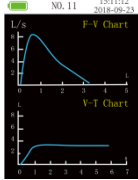

Figura 5 Grafico Flusso espiratorio-volume e Grafico Volume-tempo
c. Nell'interfaccia dei Parametri principali, premere i tasti UP (SU) o DOWN (GIÙ) per visualizzare i grafici di "Flow rate-volume chart" (Grafico flusso espiratorio-volume) e "Volume-time chart" (Grafico volume-tempo) mostrati in Figura 5. La Figura 4 e la Figura 5 rappresentano l'Interfaccia Principale.
d. Nell'interfaccia dei Parametri principali, dopo aver premuto contemporaneamente i tasti UP (SU) o DOWN (GIÙ), verrà visualizzata la domanda "Are you sure to delete this data?" (Vuoi veramente cancellare questi dati?); selezionare "Yes", quindi premere il tasto CONFIRM (CONFERMA) per cancellare i dati e accedere all'interfaccia di misurazione. Selezionare "No" e premere il tasto CONFIRM (CONFERMA) per annullare la cancellazione dei dati e accedere all'interfaccia di misurazione per il test successivo.